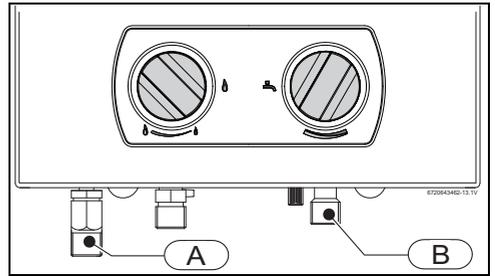

Fig. 14 Conexión del agua
- ▶ Identificar el tubo de agua fría (→Fig. 14, pos. B) y el tubo de agua caliente (→Fig. 14, pos. A), para evitar cualquier conexión equivocada.